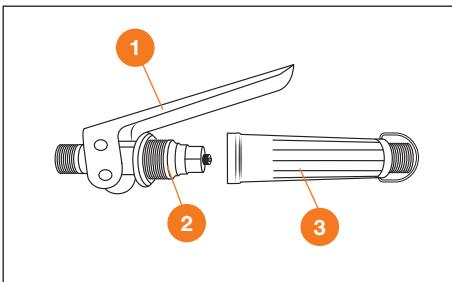

Рис. 28
Разберите рукоятку управления: открутите рукоятку ③, нажмите на рычаг ① откроется перепускной механизм ②, смажьте его силиконовой смазкой, плотно закрутите рукоятку ③ на место (Рис. 28).